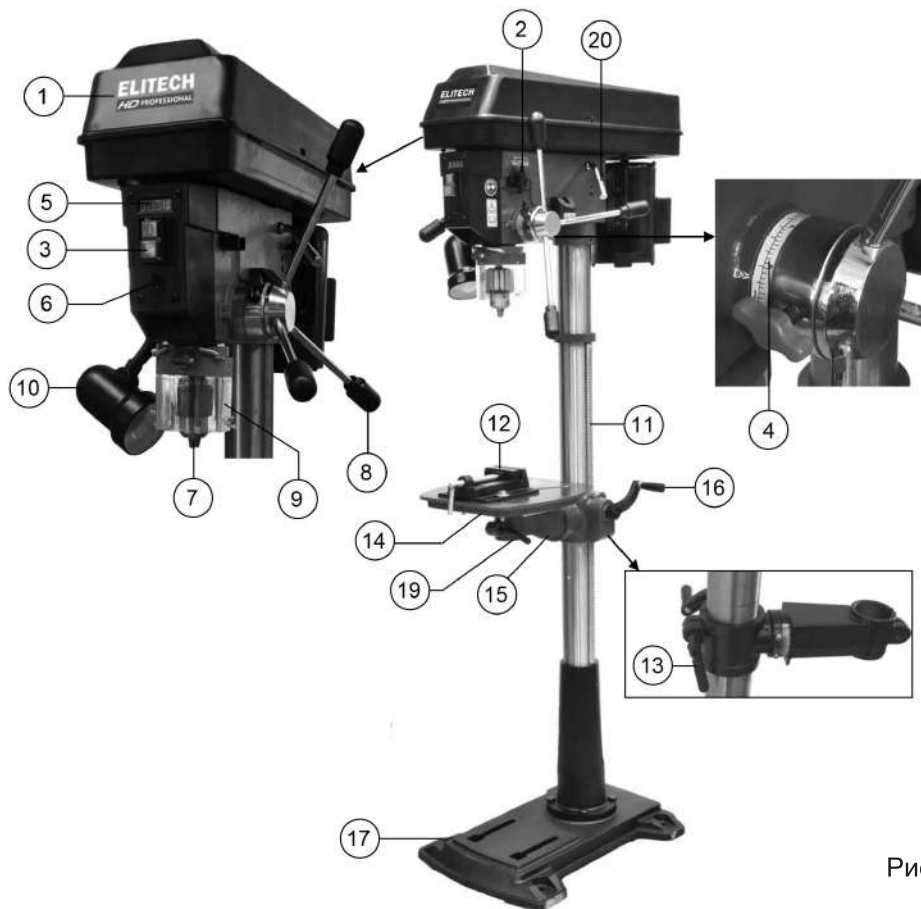

Рис. 3
Для этого ослабьте два винта 22 (рис. 15) и рычагом 20 (рис. 16) ослабьте натяжение клинового ремня под крышкой кожуха ременной передачи. Откройте крышку кожуха ременной передачи 1 (рис. 3) и переместите ремень на другой шкив, натяните ремень рычагом (20) и зафиксируйте винты (22).